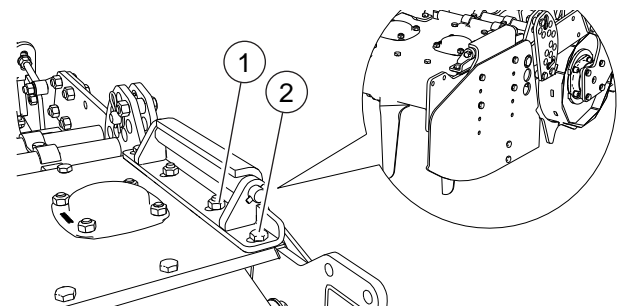

FIG. 41
- Die Schrauben abdrehen (2, "Fig. 41").
- Die Mutter abdrehen (1).